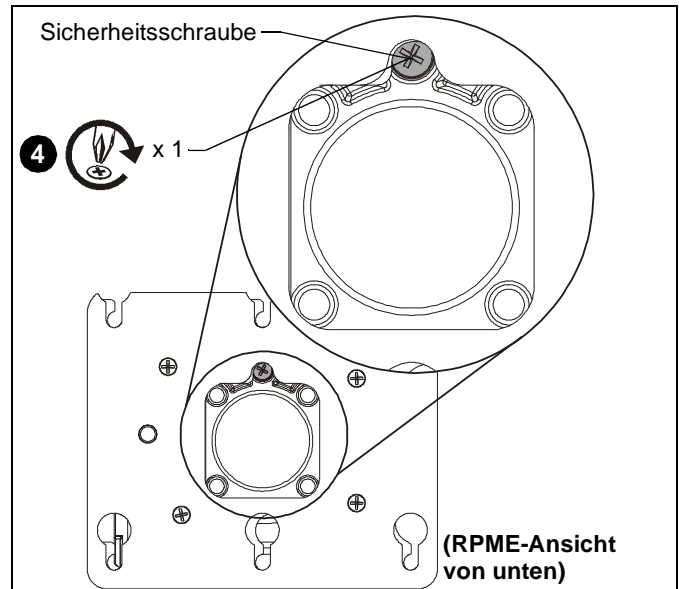

Abb. 2
4. Ziehen Sie die Sicherheitsschraube (Zugang von der Unterseite der RPME aus) (Siehe Abb. 2) mit einem Kreuzschlitzschraubendreher fest, bis die Feststellschraube durch das Feststellschrauben-Zugangsloch in der RPME nicht mehr zu sehen ist. (Siehe Abb. 2)